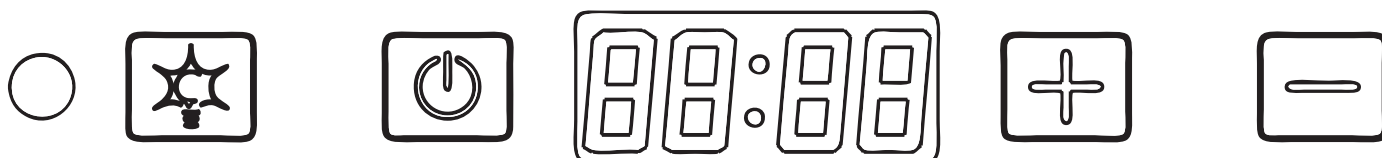

Рис.5
7.1.1 На декоративном стекле Вашей вытяжки находится сенсорный переключатель режимов работы двигателя и ламп (рис.5).